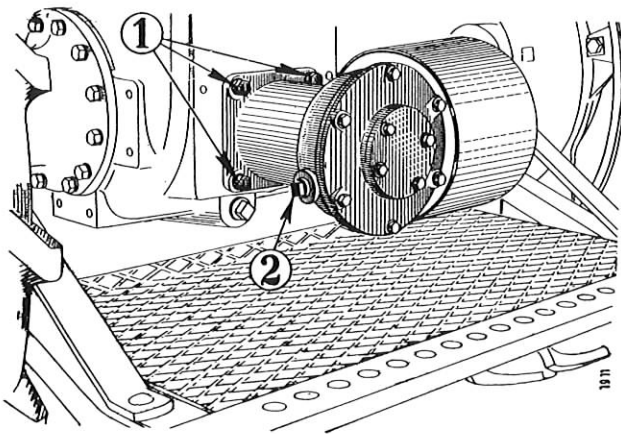

Bild 93
Zapfwellenschutzhülse am Schlepper entfernen. Das Riemenscheibengetriebe auf die Zapfwelle aufstecken und das Gehäuse mit vier Schrauben (1), Bild 93, am Schleppergetriebegehäuse festschrauben.